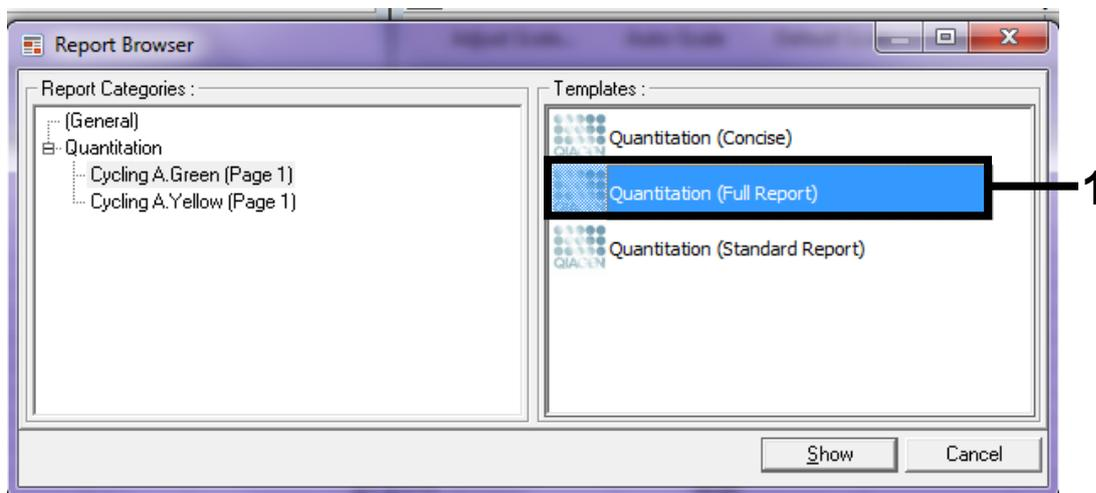

Figura 38. Report di quantificazione completo (1).
10. Selezionare "Quantitation (Full Report)" [Quantificazione (Report completo)] sotto a "Templates" (Modelli) (Figura 38).